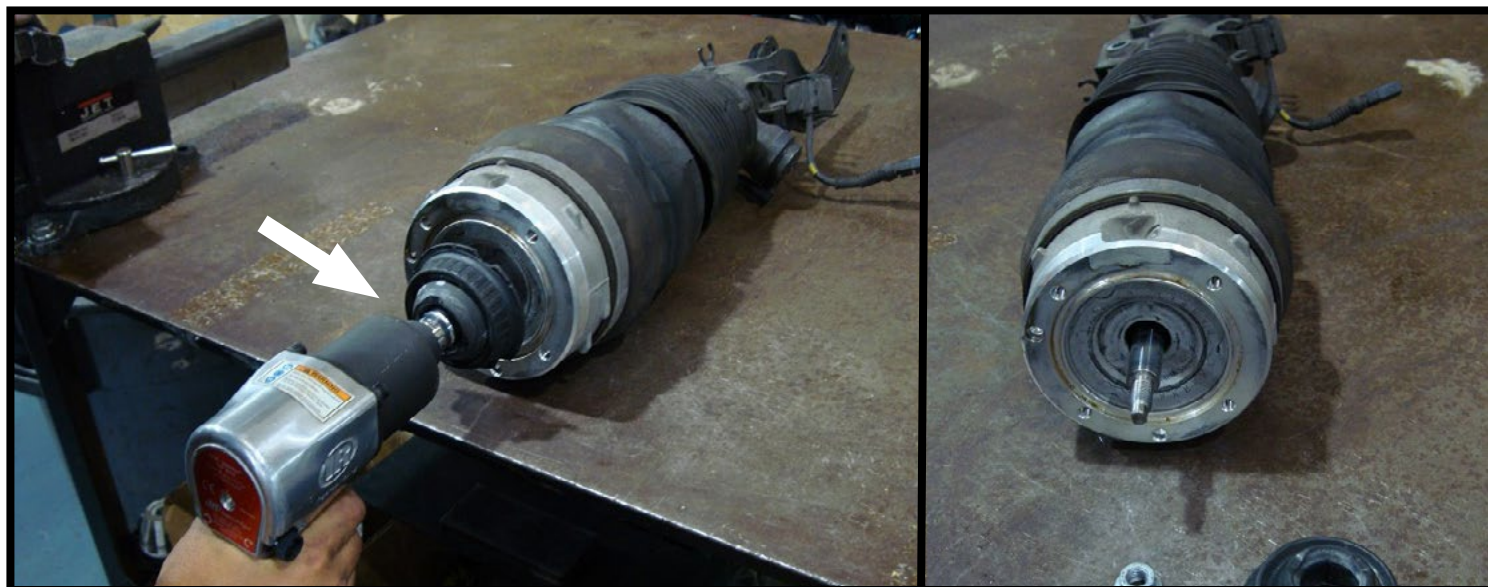

FIGURA 20-2
2. RIMUOVERE IL DADO SUPERIORE DELL'ASTA DELL'AMMORTIZZATORE DAL SOFFIETTO E SCARTARE IL SUPPORTO TERMINALE IN GOMMA DELL'ASTA E L'O-RING USURATI. (FIGURA 20-2)